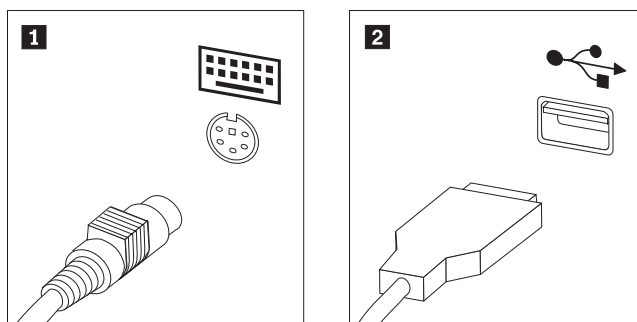

Рисунок 34. Разъемы клавиатуры (стандартный или USB)
3. Найдите разъем клавиатуры. Смотрите рис. 34.